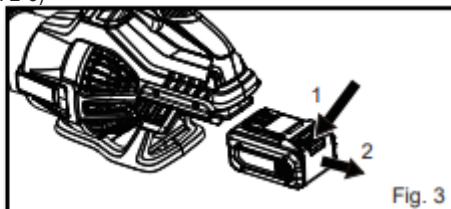

Fig. 3
- Крепко держите воздушодувку. Нажмите спусковую кнопку на батарейном блоке и извлеките его из вентилятора (рис. 3).